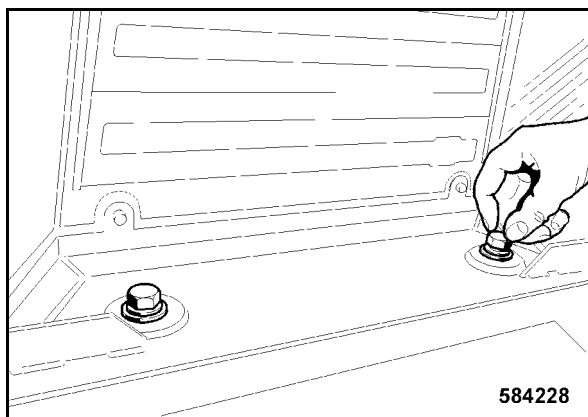

fig. 174
- Visser à la main les deux vis de fixation (fig. 174) dans la partie arrière de la cabine.